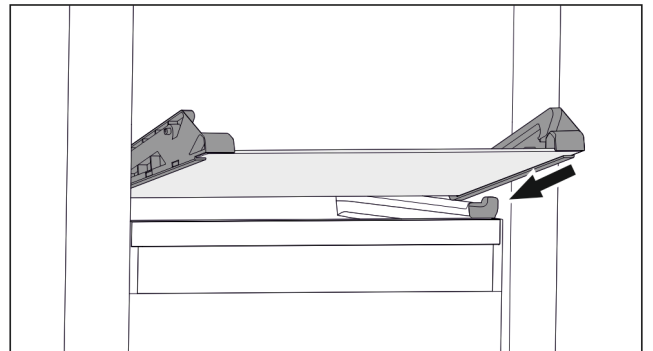

Fig. 93 Placa de vidrio del cajón inclinable
- ▶ Coloque la placa de vidrio inclinada detrás de los topes. (consulte Fig. 93)